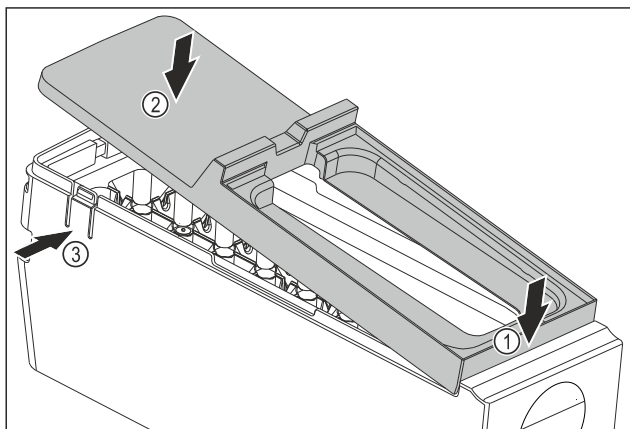

Fig. 109
- Abdeckung des EasyTwist-Ice-Korpus montieren: Abdeckung vorne ansetzen. Fig. 109 (1)
- Abdeckung hinten absenken. Fig. 109 (2)
- ▷ Abdeckung rastet hörbar in beiden Laschen Fig. 109 (3) ein.